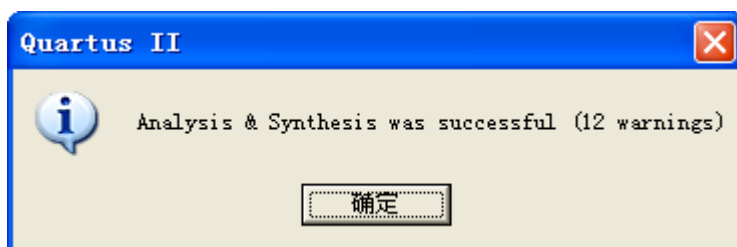

图 3-16 分析与综合结果(第二次执行)
12. 重新执行分析与综合，结果如图 3-16，出现了 12 个警告，这是因为 qsf 文件中记录的顶层实体在这一步执行时还未更新。